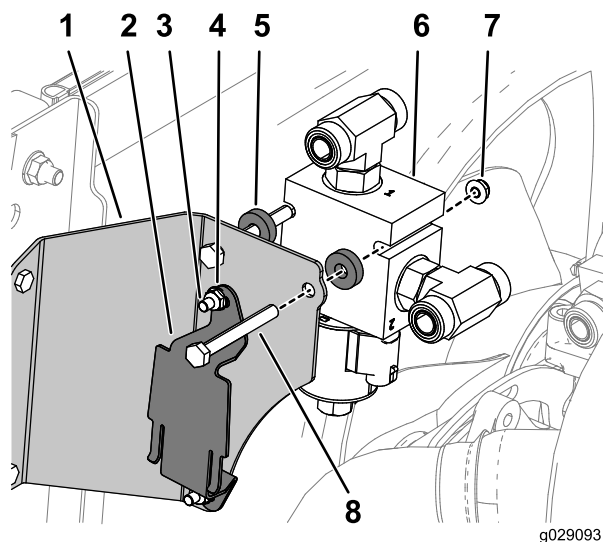

Figura 16
3. Instale el soporte del depósito de expansión del radiador en el soporte del conjunto del colector con 2 pernos ($\frac{1}{4}$ " x $\frac{3}{4}$ ") y 2 tuercas ($\frac{1}{4}$ "), según se muestra en Figura 16.
5. Instale el conjunto del colector en el soporte con 2 pernos ($\frac{5}{16}$ " x $2\frac{3}{4}$ "), 2 espaciadores y 2 tuercas, como se muestra en Figura 16.